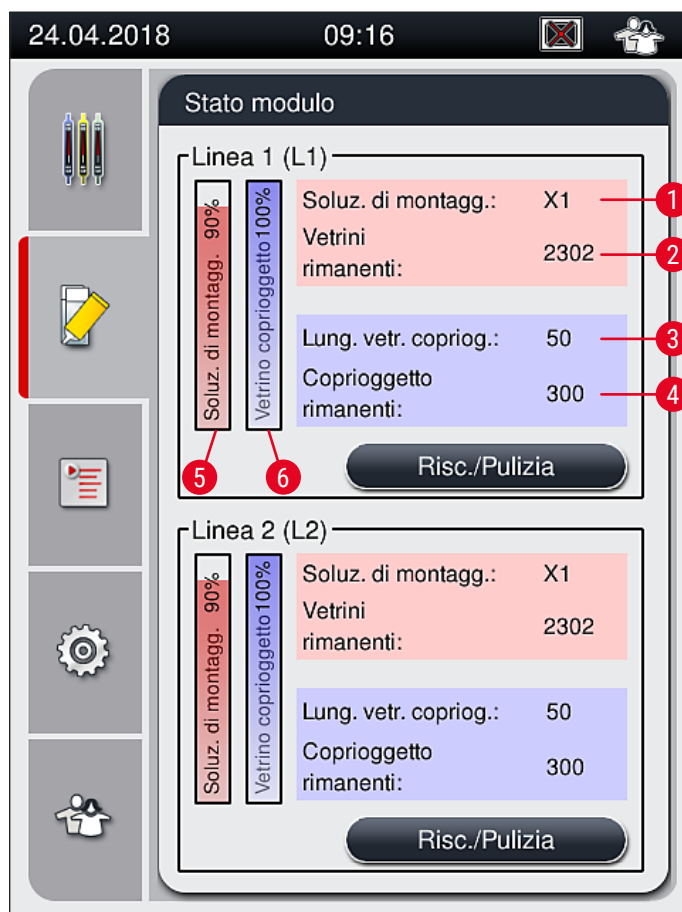

Fig. 22
7. I flaconi di soluzione di montaggio inseriti vengono rilevati dal software dello strumento e il menu **Stato modulo** (→ Fig. 22) viene aggiornato.